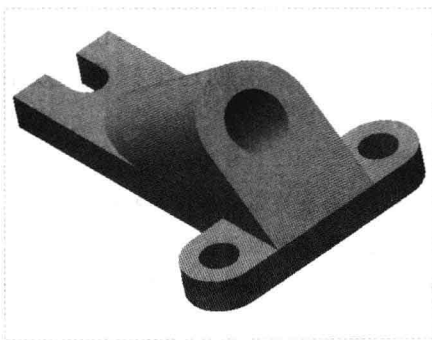

图 4-79 图形文件
Step 01 按【Ctrl+O】组合键,打开图形文件,如图4-79所示。